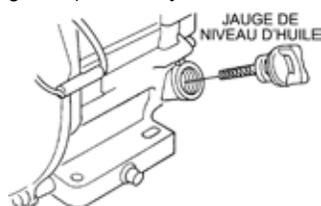

Figure 4. Démontage de la jauge de niveau d'huile du moteur
2. Enlevez la jauge qui est sur le trou de remplissage d'huile de moteur (Figure 4) et nettoyez.